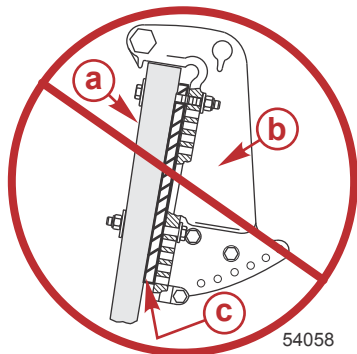

Figura 4
- No instalar cuñas ni placas entre los soportes de sujeción del peto de popa y el peto de popa (o la placa del gato). Consultar la Figura 4.